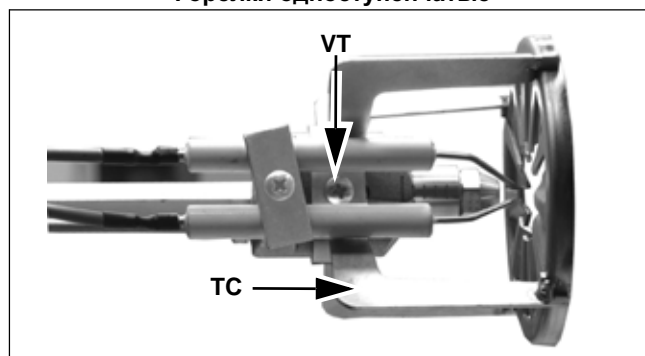
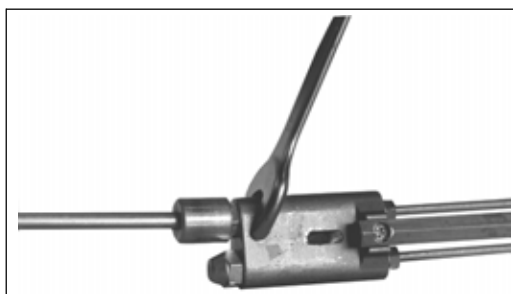

Рис. 61
Рис. 62
- Открутить форсунки с помощью двух ключей (на 16 и 24 мм), как указано на Рис. 61 - Рис. 62.